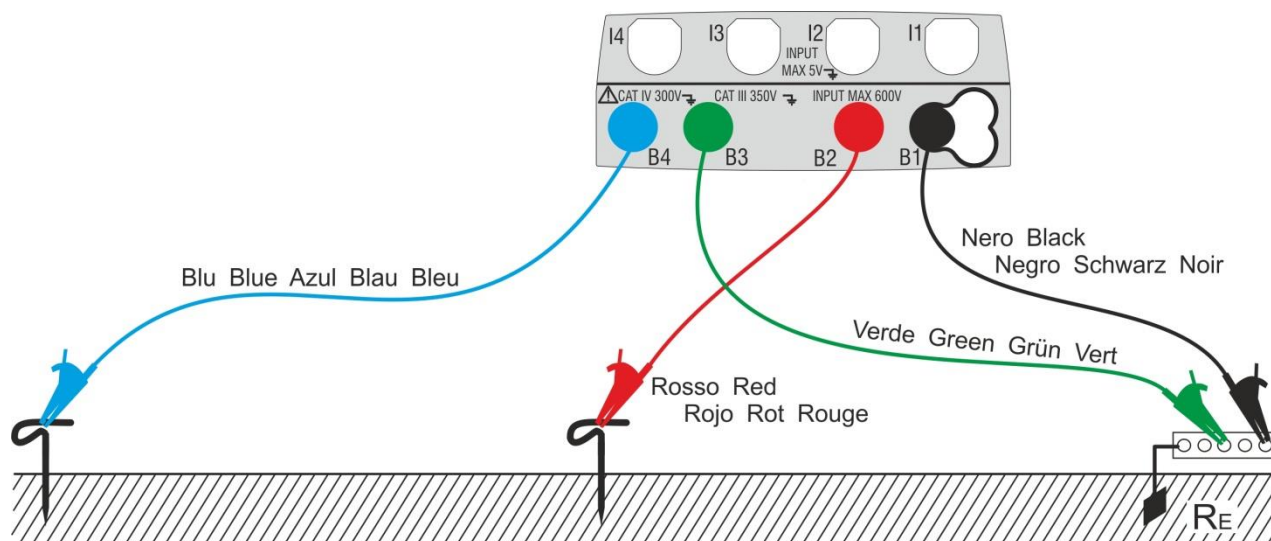
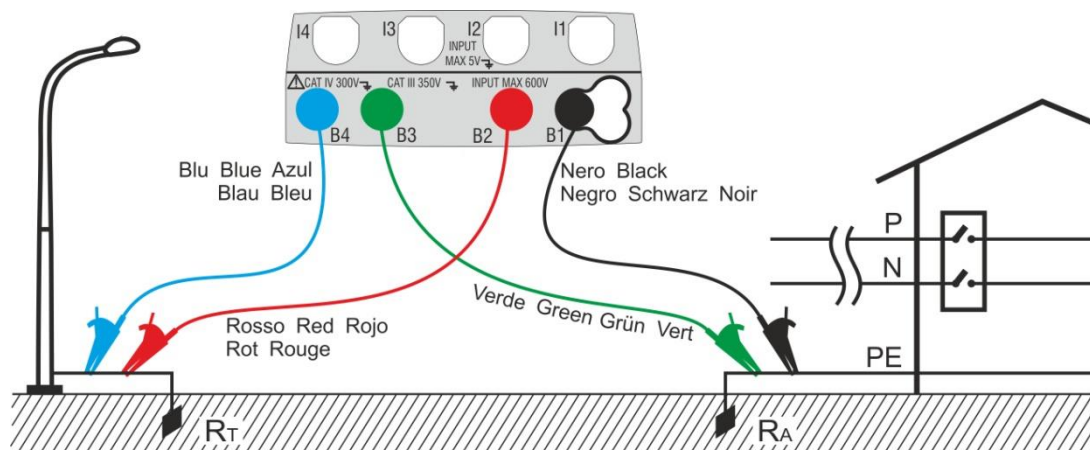
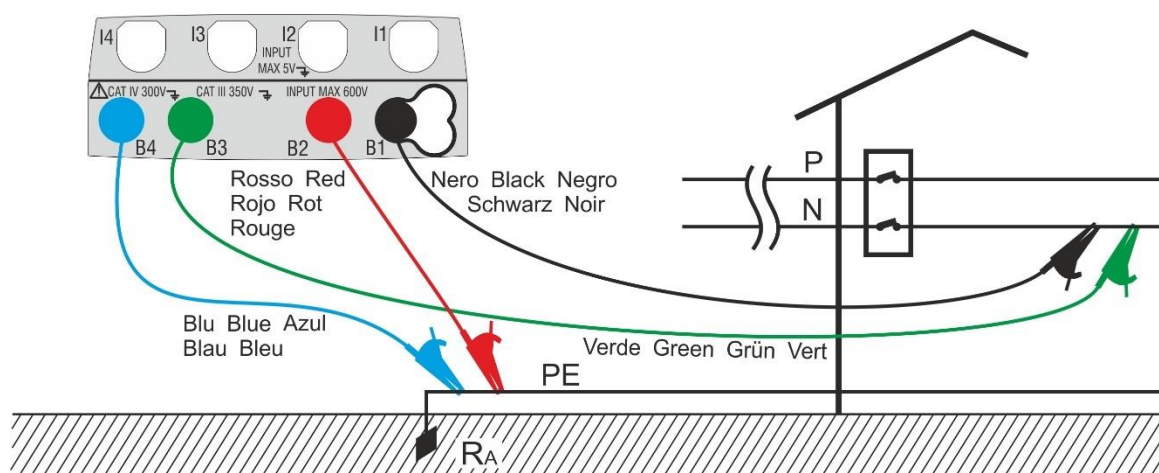

Fig. 27: Medição da resistência de terra com 3 fios
Fig. 28: Medição da resistência de terra com 2 fios com dispensor auxiliar
Fig. 29: Medição da resistência de terra com 2 fios do quadro de alimentação
- 12 Ligar os crocodilos aos dispersores auxiliares e à instalação em exame de acordo com a Fig. 27, Fig. 28, Fig. 29 ou Fig. 30